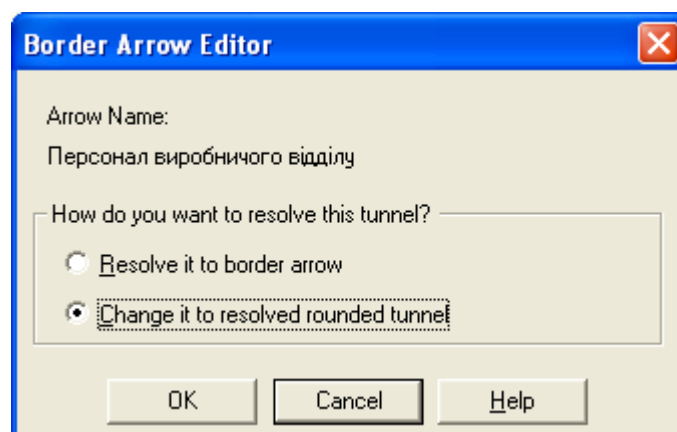
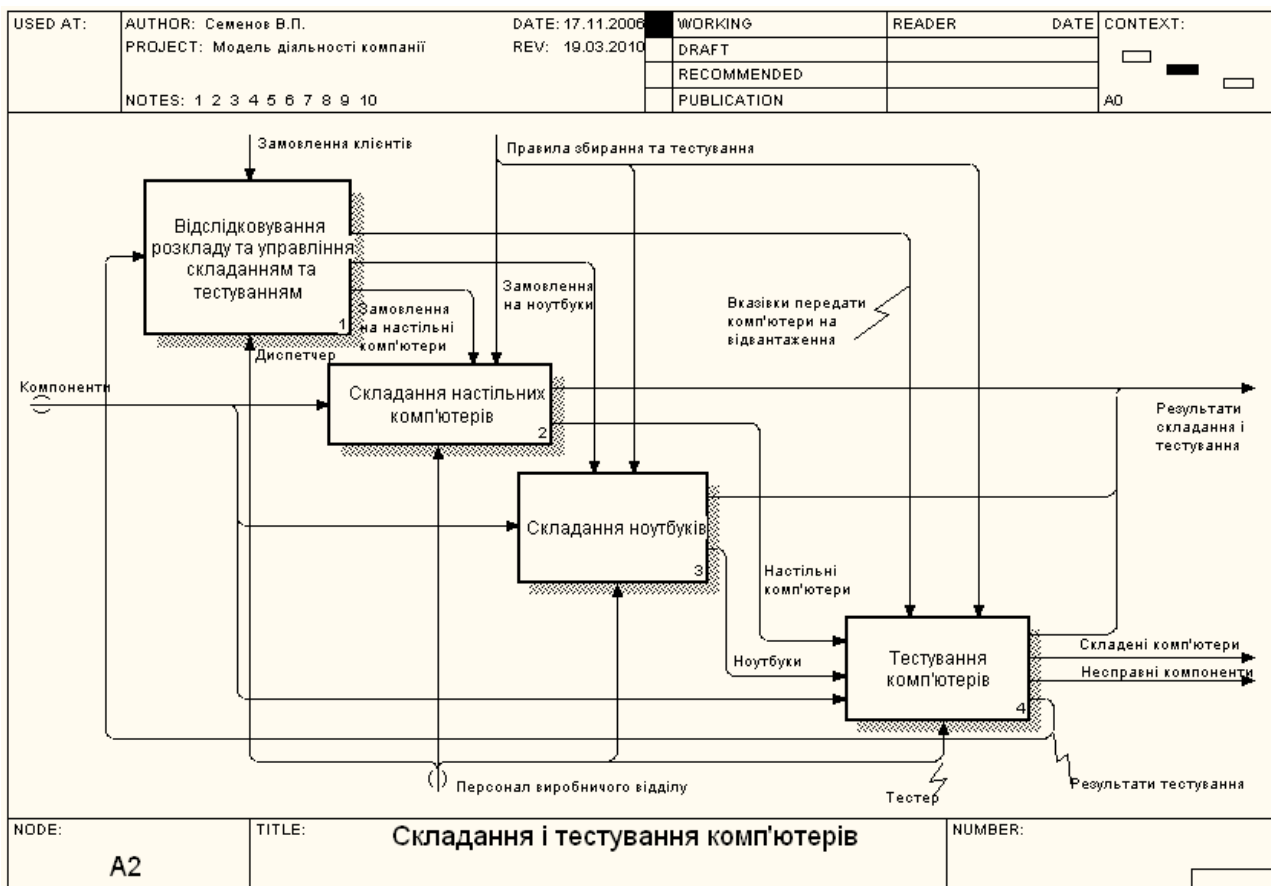

Рисунок 3.4 – Діалог *Border Arrow Editor*
Рисунок 3.5 – Результат виконання завдання
2. Тунелюйте та зв'яжіть на верхньому рівні граничні стрілки «Компоненти» та «Персонал виробничого відділу». Для цього клацніть правою кнопкою миші по стрілці, яку потрібно тунелювати, і в контекстному меню виберіть *Arrow Tunnel*. Після цього з'явиться вікно діалогу *Border Arrow Editor* (рис. 3.4), в якому потрібно вибрати опцію *Change it to resolved rounded tunnel* і натиснути *OK*. Результат виконання роботи показано на рис. 3.5.